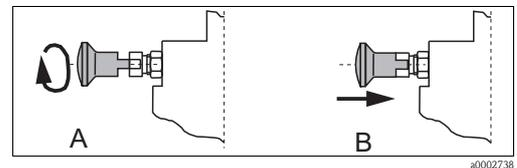

Abb. 21: Rastbolzen
4. Drehen Sie den Rastbolzen um 90°, so dass die Plastiknuten über den Vertiefungen liegen (Abb. 21, A).
5. Drehen Sie das Hubrohr **im Uhrzeigersinn** bis der Rastbolzen einrastet (B).